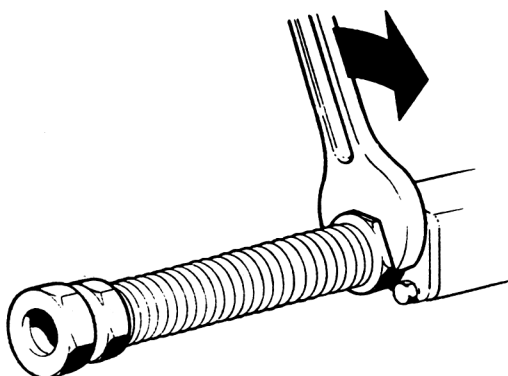

Fig 49.
sonskador aldrig överstiga 80°C. Dessutom måste ledningen förses med en kompensator, elastisk rördel, (fig 49) för att ta upp värmeutvidgningar och vibrationer från motorn. Kompensator skall monteras i motorns avgasrörfläns så rakt och avlastad som möjligt.
1. Montera kompensatorn till avgasrörets fläns. Kompensatorn skruvas direkt i flänsen (R 1 1/4"). För att kompensatorn ej skall skadas får åtdragningen endast ske i muttern närmast den gängade delen (fig 49).
Figur 55 visar exempel på en vattenmantlad avgasledning. Korrosionsbeständigt material bör användas till samtliga detaljer i avgassystemet. En kompensator (se fig 49) skall alltid monteras för upptagning av värmeutvidgningar och vibrationer från motorn.